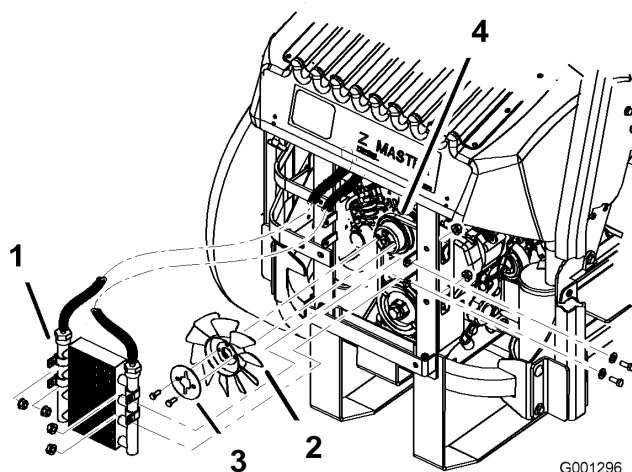

Figura 60
5. Retire los 4 pernos que sujetan el enfriador de aceite y coloque el enfriador de aceite en un lado (Figura 60).
6. Retire los 2 pernos que fijan el ventilador y el disco del ventilador a la máquina (Figura 60).
10. Instale el ventilador y el disco del ventilador en la máquina con los 2 pernos que retiró anteriormente (Figura 60).
11. Instale el enfriador de aceite con los 4 pernos que retiró anteriormente (Figura 60).